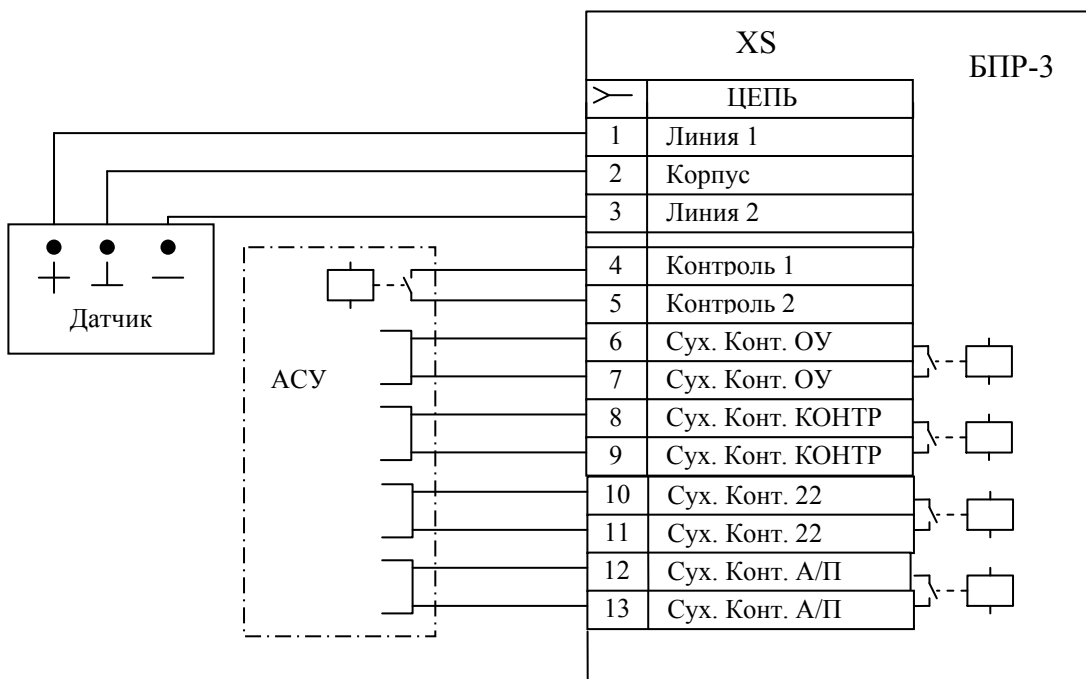

Рис.4 Монтажная схема сигнализатора МДПС-3, ДПС-7В в составе с блоком питания и регистрации БПР-3.
4.2 Руководствуясь схемой монтажной рис.4, произвести соединение жил линейного кабеля и жил кабеля телемеханики с соответствующими гнездами клеммного соединителя XS установленного на плате БПР-3.